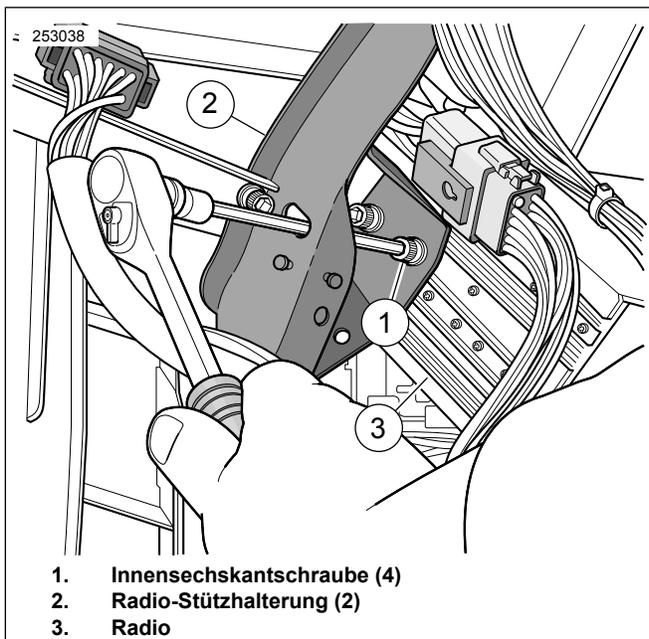

Abbildung 2. Einbau des AM/FM-Radios; rechte Seite (Bremsenseite) abgebildet
- Siehe Abbildung 2. Die vier Innensechskantschrauben (1) entfernen, um das Radio aus der linken und rechten Radio-Stützhalterung (2) zu lösen. Durch die Längslöcher in den Halterungen auf die Schrauben zugreifen und das Radio abstützen, wenn die Schrauben entfernt werden.